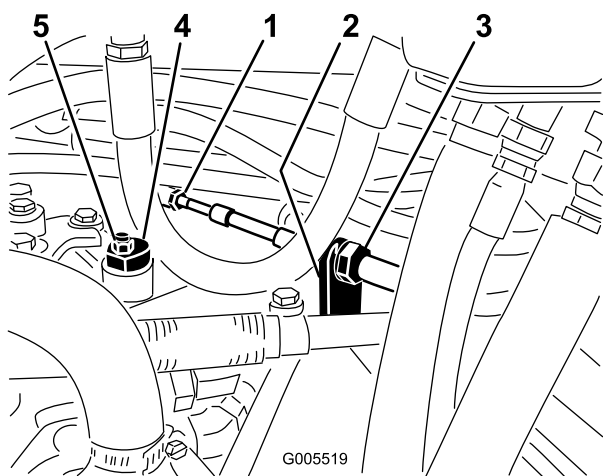

Figure 52
- A. Desserrez les écrous de blocage qui fixent le câble de commande de transmission à la cloison sur l'hydrostat (Figure 52). Desserrez les écrous de blocage uniformément et suffisamment pour permettre le réglage.
**Remarque:** Desserrez l'écrou de fixation de l'excentrique en haut de l'hydrostat (Figure 52).
- C. Tournez l'excentrique jusqu'à ce que la roue ne tourne plus dans aucune direction. Lorsque la roue arrête de tourner, serrez l'écrou pour bloquer l'excentrique et le réglage (Figure 52). Vérifiez
- D. De chaque côté de la cloison, serrez les contre-écrous uniformément pour fixer le câble de transmission à la cloison (Figure 52).